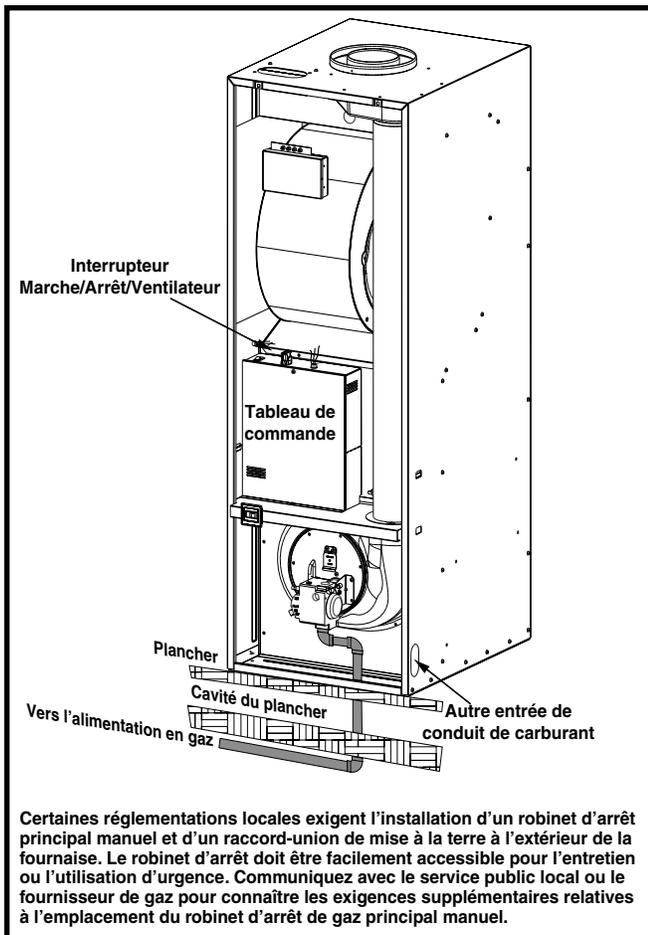
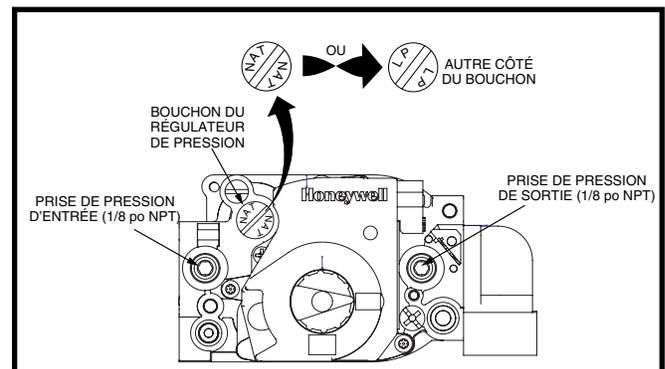

Figure 26. Tuyauterie typique de gaz
Figure 27. Robinet de gaz Honeywell
Cette fournaise peut être installée avec une entrée de gaz sur la gauche, la droite ou le dessous. Au moment de raccorder l'alimentation en gaz, prévoyez un dégagement entre la conduite d'alimentation de gaz et le trou d'entrée dans le boîtier de la fournaise pour éviter les bruits non désirés ou les dommages à la fournaise. Le branchement typique du gaz pour cette fournaise est montré à la Figure 26 \(page 15\).
- Certaines réglementations locales exigent l'installation d'un robinet d'arrêt principal manuel et d'un raccord-union de mise à la terre à l'extérieur de la fournaise. Consultez la Figure 26. Le robinet d'arrêt doit être facilement accessible pour l'entretien ou l'utilisation d'urgence. Communiquez avec le service public local ou le fournisseur de gaz pour connaître les exigences supplémentaires relatives à l'emplacement du robinet d'arrêt de gaz principal manuel.
- Les installations de conduits de carburant autres que les installations typiques montrées dans la Figure 26 et la Figure 27 doivent respecter les dispositions relatives aux conduits de carburant de la Norme fédérale de construction et de sécurité des maisons préfabriquées (H.U.D. Titre 24, Partie 3280) et le National Fuel Gas Code (ANSI-Z223.1/NFPA-54).
- Un bouchon de 1/8 po NPT pour connexion de jauge est présent sur le robinet de gaz. Consultez la Figure 27 pour les emplacements.
Cette fournaise peut être convertie du gaz naturel, réglé en usine, au gaz de pétrole liquide. La conversion de cette soupape requiert le remplacement des orifice du et le réglage du bouchon du régulateur sur le côté marqué LP (GPL). Les orifice requis pour la conversion est fournis avec la fournaise. Voyez la Figure 27.
6. Dévissez le bouchon du régulateur de pression et cherchez les lettres NAT ou LP. Consultez la Figure 27 \(page 15\).
1. Retirez le bouchon de pression d'entrée du côté ENTRÉE du robinet de gaz avec une clé Allen 3/16. Consultez la Figure 27 \(page 15\).
1. Retirez le bouchon de pression d'admission du côté sortie du robinet de gaz avec une clé Allen 3/16. Voyez la Figure 27 \(page 15\).